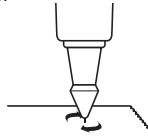

Рис. 2.5
- Начните перемещать его круговыми движениями, не втягивая наконечник (рис. 2.5).